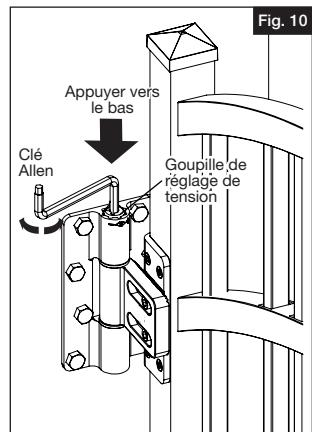

Fig. 10
- a.) Placer la clé Allen dans la tête de la goupille de réglage de tension dans la charnière. La tête se trouve à l'extrémité la plus proche des symboles + et – sur le bâillet de la charnière (Fig. 10).
- b.) Suivant les indicateurs sur les symboles + et – sur le bâillet de charnière, appuyer vers le bas sur la goupille de réglage de tension et faire tourner la goupille d'un quart de tour vers + pour serrer ou vers – pour desserrer jusqu'à l'atteinte de la tension désirée (Fig. 10).